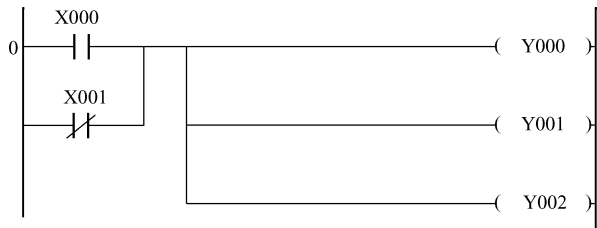

图 2.1.12 多个线圈并联输出的梯形图
(5) 多个线圈可并联输出，两个或两个以上的线圈可以并联输出，但不能串联输出，如图 2.1.12 所示。